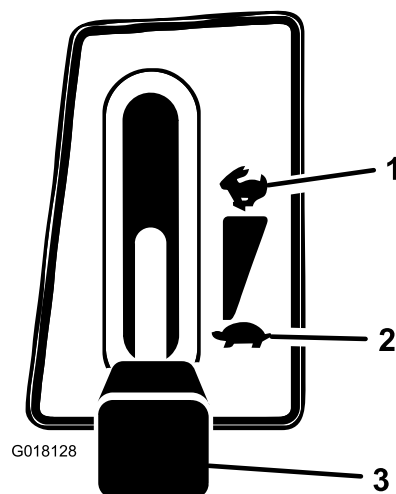

Bild 10
1. Drücken Sie den Zapfwellenantrieb (ZWA) in die Aus“-Stellung (Bild 10).
2. Stellen Sie den Gasbedienungshebel auf Langsam“ (Bild 10).
5. Nachdem der Motor angelaufen ist, stellen Sie den Gasbedienungshebel langsam auf Schnell“ und drücken Sie den Chokehebel hinein (Bild 10). Wenn der Motor stockt oder zögert, stellen Sie den Gasbedienungshebel wieder auf Langsam“, ziehen Sie den Chokehebel ein paar Sekunden heraus und stellen Sie dann den Gasbedienungshebel auf Schnell“. Wiederholen Sie diesen Vorgang nach Bedarf.
1. Stellen Sie den Gasbedienungshebel auf Langsam“ (Bild 10).